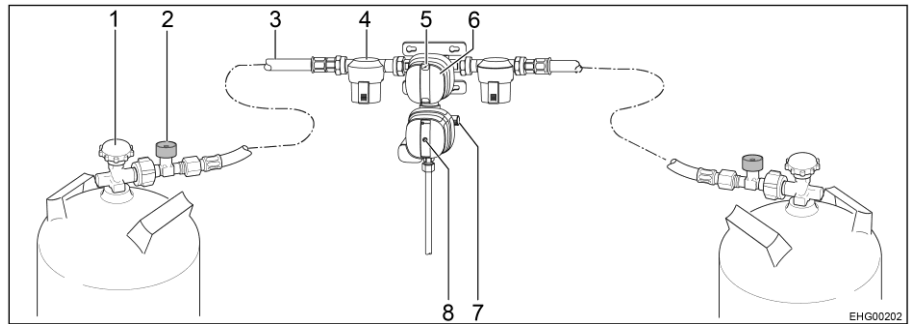

Bild 83 Sicherheitsgasdruck-Regelanlage DuoControl CS
Die DuoControl-Regelanlage besteht aus einem Umschaltventil und dem Crashsensor. Die DuoControl-Regelanlage ist zwischen den Hochdruckschläuchen (Bild 83,3) mit Schlauchbruchsicherung (Bild 83,2) montiert. Mit dem Drehknopf (Bild 83,6) am Umschaltventil kann bestimmt werden, welche der Gasflaschen als Betriebsflasche und welche als Reserveflasche verwendet wird.
Am Sichtfenster (Bild 83,5) wird der Status der Gasversorgung angezeigt:
Der Crashsensor sperrt die Gaszufuhr bei erheblicher Erschütterung (z. B. Unfall) ab. An der Stellung des gelben Resetknopfs (Bild 83,8) lässt sich der Betriebszustand des Crashsensors erkennen:
- Wenn der gelbe Resetknopf (Bild 83,8) hineingedrückt ist, ist der Crashsensor betriebsbereit.
- Wenn der gelbe Resetknopf (Bild 83,8) hervorsteht, ist der Crashsensor **nicht** betriebsbereit. Inbetriebnahme siehe unten.
Die Schlauchbruchsicherung (Bild 83,2) sperrt den Gasfluss, wenn der angeschlossene Schlauch bricht. Die Schlauchbruchsicherung muss durch Drücken der grünen Taste aktiviert werden.
- Mit dem Drehknopf (Bild 83,6) am Umschaltventil die Gasflaschewählen, der vorrangig das Gas entnommen werden soll (Betriebsflasche). Den Drehknopf immer bis zum Anschlag drehen.
- Haupt-Absperrventile (Bild 83,1) an den Gasflaschen öffnen.
- Grüne Taste der Schlauchbruchsicherung (Bild 83,2) ca. 5 Sekunden lang drücken. Am Sichtfenster (Bild 83,5) wird die grüne Markierung angezeigt.
- Wenn der Crashsensor ausgelöst hat (der gelbe Resetknopf (Bild 83,8) steht hervor):
Gelben Resetknopf (Bild 83,8) kräftig hineindrücken, leicht im Uhrzeigersinn drehen und 5 Sekunden lang gedrückt halten. Sicherstellen, dass der Resetknopf in der gedrückten Stellung ("betriebsbereit") bleibt.
- Haupt-Absperrventile (Bild 83,1) an den Gasflaschen schließen.
Wenn die grüne Kontroll-Leuchte (Bild 84,6) während des Betriebs erlischt und die rote Kontroll-Leuchte (Bild 84,5) aufleuchtet, ist die Betriebsflasche leer und muss gewechselt werden. Am Sichtfenster (Bild 83,5) der zugehörigen Gasflasche wird die rote Markierung angezeigt. Die Reserveflasche versorgt die Gasverbraucher weiterhin mit Gas.
- Drehknopf (Bild 83,6) bis zum Anschlag in Richtung der aktuell verwendeten Gasflasche drehen. Damit ist diese Gasflasche jetzt die Betriebsflasche, die leere Gasflasche wird zur Reserveflasche. Die Markierung im Sichtfenster (Bild 83,5) wechselt von rot auf grün.
- Haupt-Absperrventil (Bild 83,1) an der leeren Gasflasche schließen. Pfeilrichtung beachten.
- Grüne Taste der Schlauchbruchsicherung (Bild 83,2) drücken.